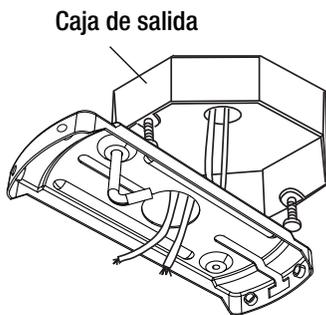

Figura 6
- Pasar los cables de alimentación de 120 voltios a través del hueco del refuerzo superior del motor se muestra en la Figura 6.